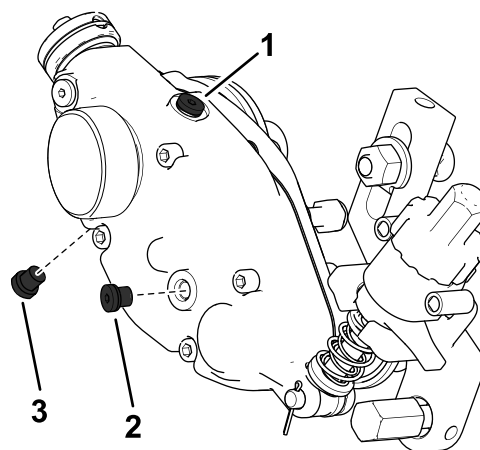

Figura 22
2. Remova o tampão de enchimento do fundo da caixa (Figura 22).
3. Remova o tampão de enchimento no lado da caixa e desaperte o tampão da ventilação na parte superior para o ar poder passar (Figura 22).
7. Instale o tampão de drenagem (Figura 22).